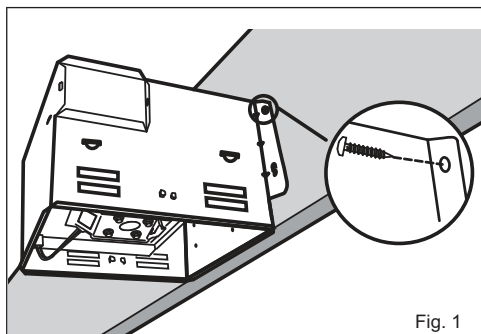

Fig. 1
Posicione la carcasa de tal manera que la orilla inferior esté al ras del techo terminado. Asegure con cuatro (4) tornillos (Fig. 1).